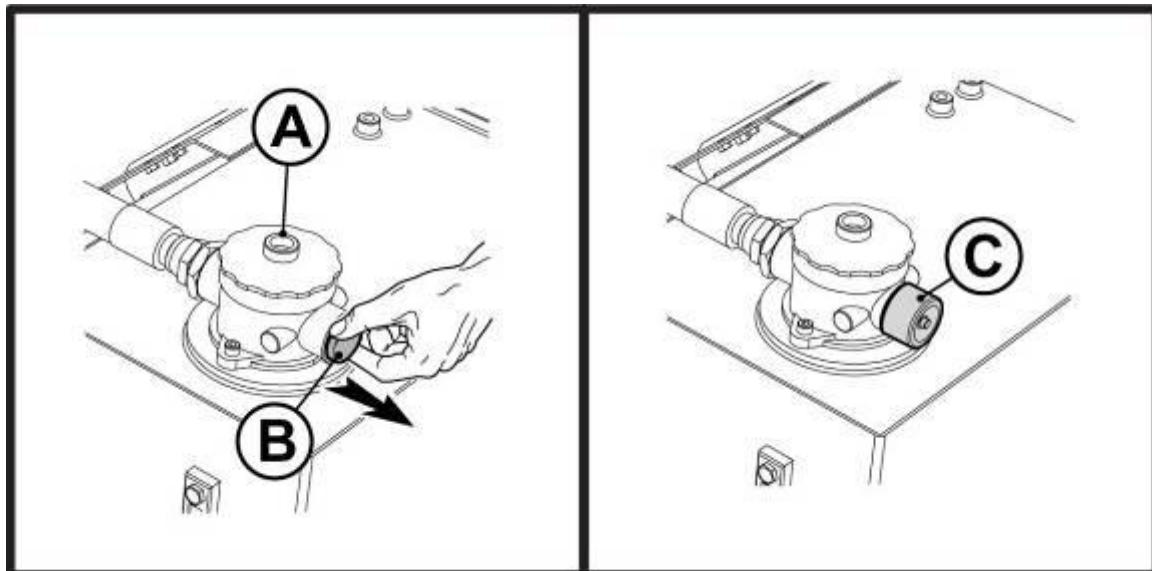

РИС. 4.1.1
Для предотвращения утечки масла из вентиляционного отверстия фильтра (A), расположенного в верхней части бункера, установлена заглушка (B). При расконсервации машины оператор должен удалить заглушку (B) и установить оригиналый фильтр (C) (РИС. 4.1.1).